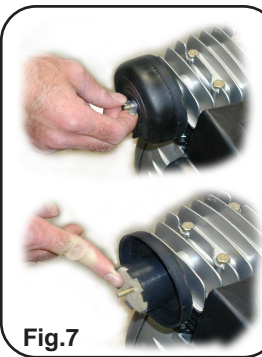

Fig. 7
- ➔ Nettoyage ou changement du filtre à air: Pour garantir le débit du compresseur.( Fig. 7)